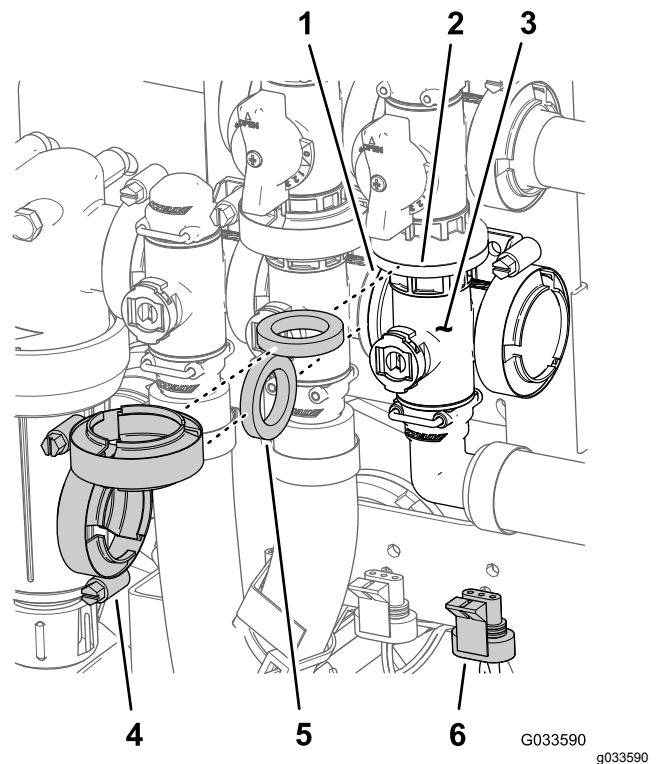

Figura 114
1. Rimuovete i morsetti flangiati e le guarnizioni che fissano il collettore della valvola principale delle barre (Figura 114) alla valvola di bypass principale della barra, alla valvola dell'agitatore e al gomito flangiato a 90° (all'estremità del flessibile del flussometro).